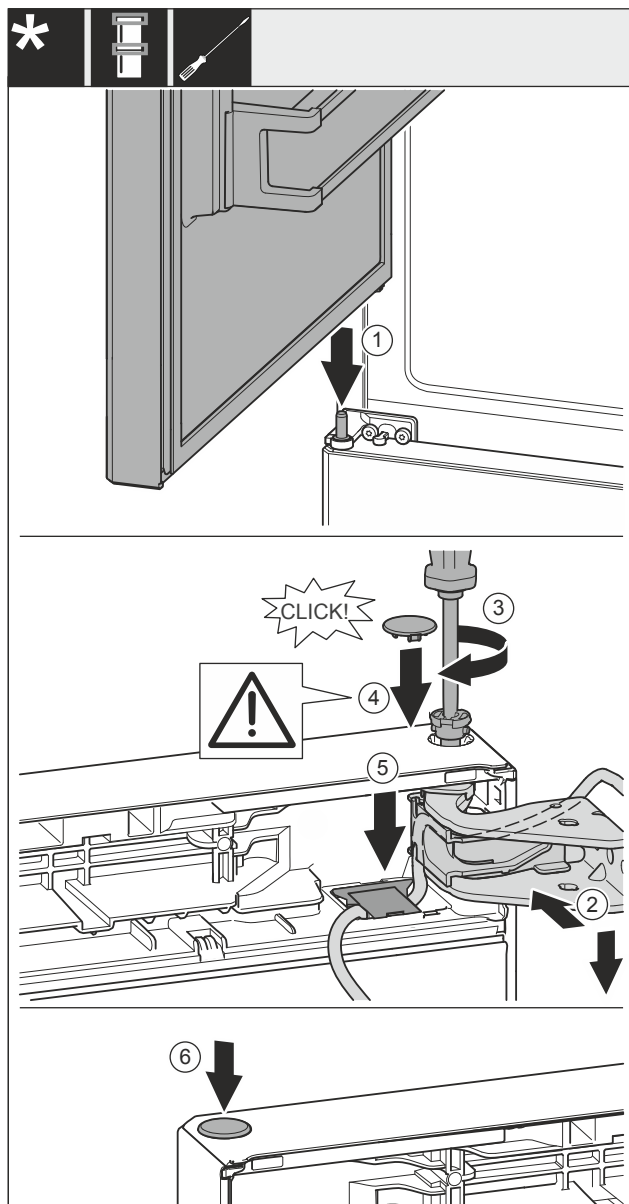

Fig. 59
- ▶ Helyezze rá a felső ajtót a középső csapszegre Fig. 59 (1).
- ▶ Helyezze be a csapszeget Fig. 59 (3), és húzza meg csavarhúzóval.
- ▶ Helyezze be a fedelet Fig. 59 (4).
- ▶ Ellenőrizze, hogy a fedél Fig. 59 (4) felfekszik-e az ajtóra.
- ▶ Helyezze be a fedelet Fig. 59 (5), és nyomja le, míg a helyére nem pattan.
- ▶ Helyezze be a fedelet Fig. 59 (6).